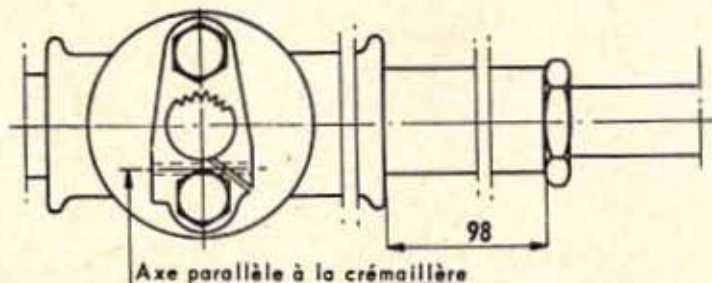

Fig. 130. — Mise en place de la crémaillère et du pignon
• Engager le pignon muni de son joint torique de façon que l'axe du trou de la chape soit parallèle à la crémaillère (fig. 130).